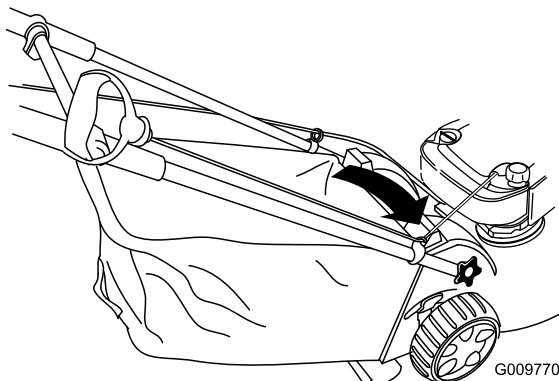

Figura 32
1. Pase la cuerda de arranque alrededor de la guía de cuerda inferior (Figura 32).